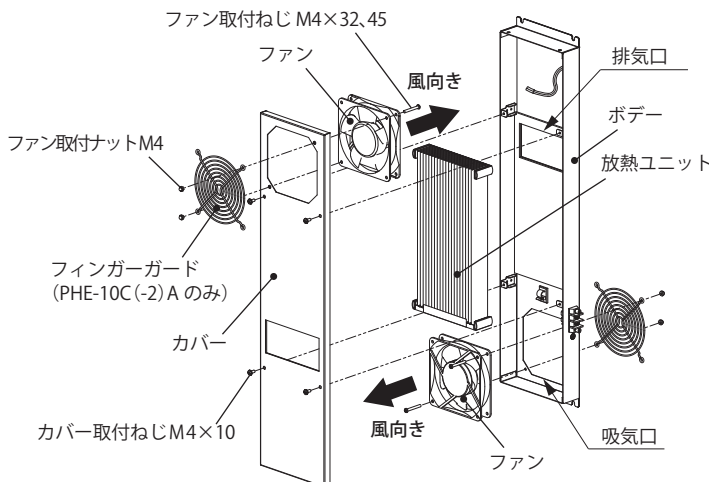

図 13
1. カバー取付ねじ M4×10 (PHE-10C (-2) B・15C (-2) B : 4 カ所、PHE-20C (-2) B・30C (-2) A・40C (-2) A・60C (-2) A : 5 カ所) をゆるめて、カバーを取外してください。(図 13)
2. ファン取付ナット M4 をゆるめ、フィンガーガード・ファン固定ねじ (PHE-10C (-2) B : M4×32、PHE-15C (-2) B・20C (-2) B・30C (-2) A・40C (-2) A・60C (-2) A : M4×45) を取外し、ファンを取外してください。(図 13)
- ・ファンに刻印された風向の矢印が本製品の内側に向くように取り付けてください。(7頁「図13、14」)
2. 放熱ユニットを手前に引き出してください。(7頁「図13」)